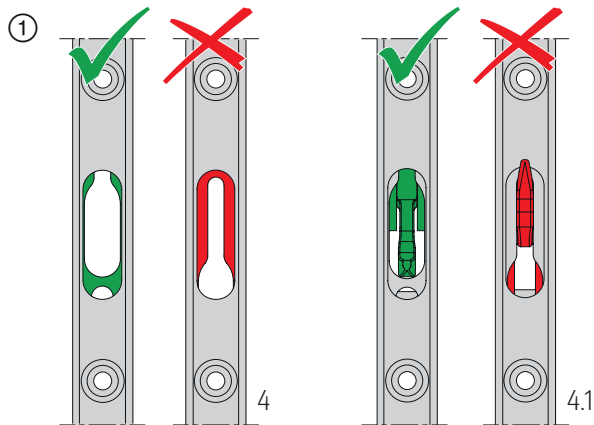

Abb. 10
① Getriebe für Bolzen 4 und Getriebe mit Haken 4.1 in Schiebestellung (angehobene Position) bringen; **Abb. 10.**